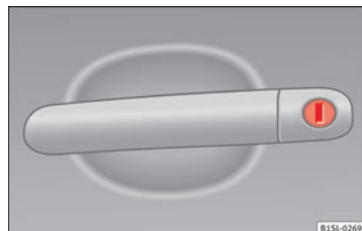

Fig. 137 Dørhåndtag på førerdøren med låsecylinder
- Stik nøglekammen ind i låsecylinderen, og lås bilen op eller lås den » **Fig. 137**.